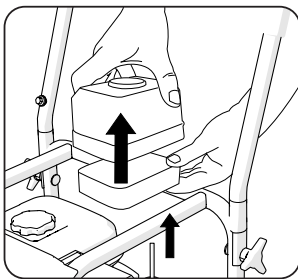

Abb. 22
- Nehmen Sie den Luftfiltereinsatz aus dem Gehäuse. **(Abb. 22)**